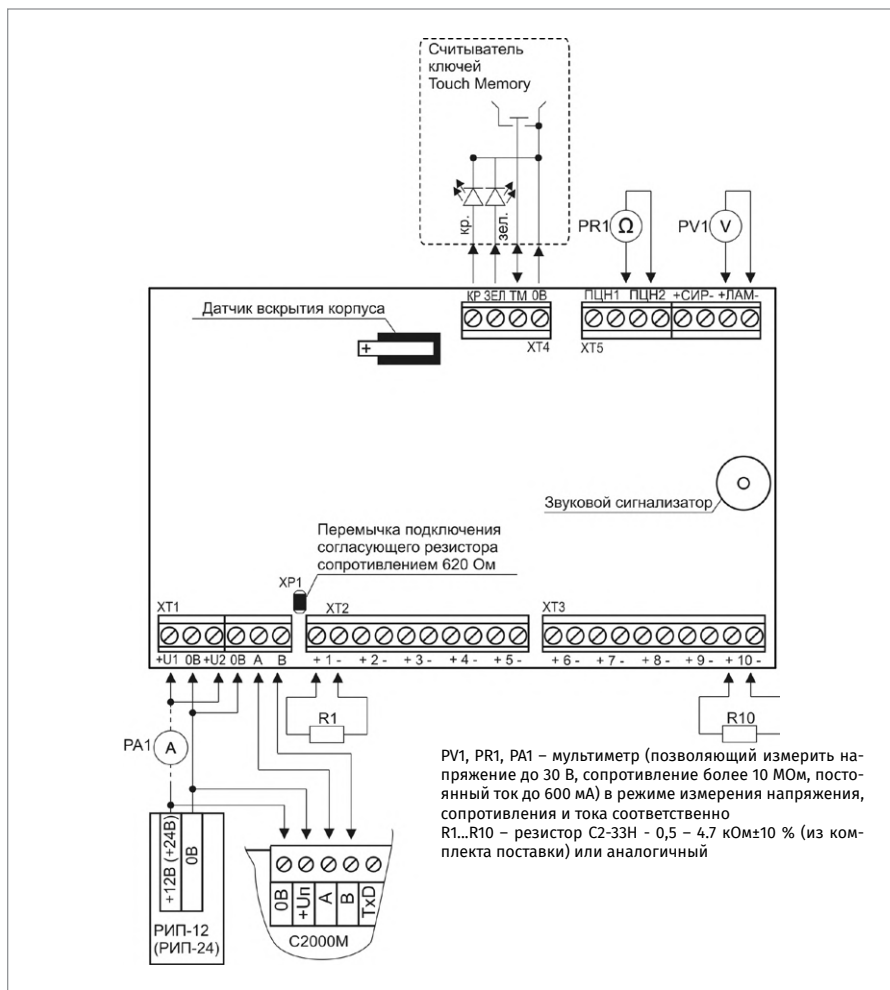

Рисунок 5. Схема подключения блока «Сигнал-10» при общей проверке
2.2. Подключите блок по схеме, приведенной на Рисунок 5.